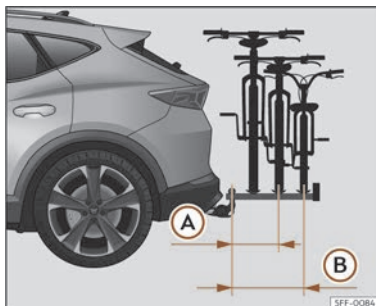

Fig. 199 Schéma de représentation de l'encorbellement maximal de la charge sur un porte-vélo pour deux ou trois vélos.
L'encorbellement maximal ne devra pas dépasser, en cas de porte-vélos pour deux vélos, 500 mm du centre de la boule d'attelage au centre de la voie du dernier support >>> **fig. 199 (A)**. En cas de porte-vélos pour trois vélos, il ne faudra pas dépasser 700 mm >>> **fig. 199 (B)**.